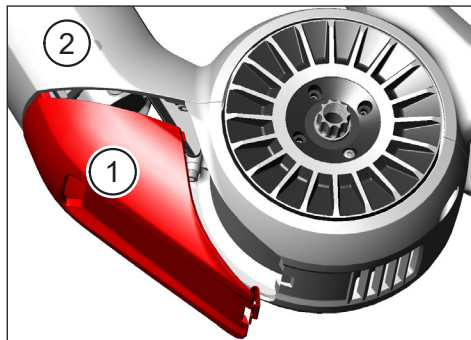

Fig. 18: Positionner la SkidPlate dans le tube inférieur
- ▶ Placez la SkidPlate (pos. 1 dans Fig. 18) dans le tube inférieur (voir pos. 2 dans Fig. 18).